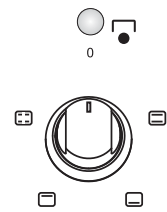

рис. 13
■ Для включения нагревательных элементов необходимо повернуть по часовой стрелке ручку терморегулятора (рис.12) и установить выбранный температурный режим. При этом у плит имеющих две электроконфорки (рис. 13) загорается желтая сигнальная лампочка.